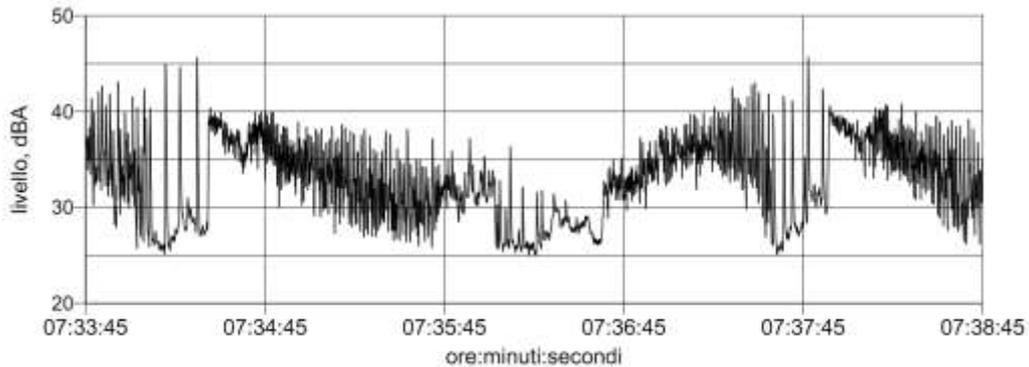

Figura 6: Continuazione della registrazione in figura 5. Le scariche di mitragliatrice si alternano ai colpi di martello.
- 1) In alcuni momenti è come una scarica di mitragliatrice, molto forte, di oltre 40 dBA: vedere in figura 5 dall'inizio della registrazione alle ore 7:27:41 fino alle 7:29:00 e, dopo 20 secondi, dalle 7:29:20 alla fine della registrazione. La successione dei colpi è talmente rapida che il tracciato grafico del livello sonoro con costante di tempo veloce (*fast*), anche per la riverberazione del locale, non riesce ad abbassarsi tra un colpo e il successivo, e appare come un rumore con una base fluttuante di livello sonoro di oltre 35 dBA. Analogamente nella registrazione in figura 6.
- 2) In altri momenti è come se qualcuno battesse un chiodo nel muro, con colpi di 47 dBA: vedere in figura 5 la registrazione nei 20 secondi dopo le ore 7:29:00. Analogamente nella registrazione in figura 6.